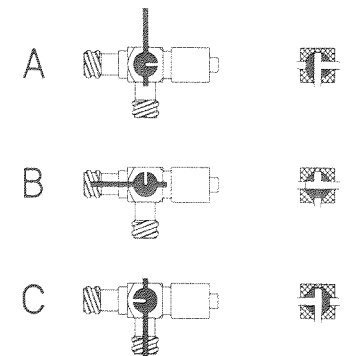

Abb. 6: Hahnstellungen des Dreiwegehahns und die jeweiligen Durchlässe im Hahnkücken.
Um "schnelle" Drucksignale kurventreu erfassen zu können ist neben der richtigen Auswahl der Verbindungsteile (s.o.) auch wichtig, daß das gesamte Transmissionssystem blasenfrei gefüllt ist. Ein kritischer Punkt sind die nicht sichtbaren "toten" Bohrungen der Hahnkücken (vergl. Abb. 6). Auch bei optimal gewähltem Katheter kann das kleinste Bläschen, welches z.B. unsichtbar im Hahnkücken des Dreiwegehahns versteckt ist, das Erfassen steiler Druckanstiege unmöglich machen. Die Druckkurve ist insgesamt "verrundet" und bei abrupten Druckänderungen erscheinen Überschwinger in der Druckkurve.
- Dreiweghahn so einstellen, daß sich der Katheter mit Nährlösung füllt (Abb. 6 A) und am Seitenast des Dreiweghahns ausfließt.
- Dreiweghahn so stellen, daß der Katheter Verbindung zum Druckdom hat (Abb. 6 B).
- Gefüllte Spritze am offenen Seitenanschluß des Dreiweghahns anstecken und Dreiweghahn so einstellen, daß Verbindung zum Katheter besteht (Abb. 6 A).
- Dreiweghahn so umstellen, daß der Druckdom mit der Spritze gefüllt werden kann (Abb. 6 C).
- Dreiwegehahn in die Meßstellung bringen (Abb. 6 B).
Verstellen Sie den Dreiwegehahn so, daß der Druckdom mit dem offenen Seitenast des Dreiwegehahns verbunden wird (Abb. 6 C). Damit wird ein Druckausgleich mit der umgebenden Atmosphäre erreicht. Die Meßmembrane wird entspannt. Überprüfen Sie nun die Druckanzeige an Ihrem Meßgerät bzw. an Ihrem Schreiber und stellen Sie im Bedarfsfall am entsprechenden Drehknopf (Null, Nullabgleich, Bridge Balance, Zero o.ä.) nach. Beachten Sie dabei die Bedienungsanleitung des Meßgeräts. Der Nullabgleich ist damit erledigt. Bringen Sie nun den Dreiwegehahn wieder in die vorherige Meßstellung (Abb. 6 B).